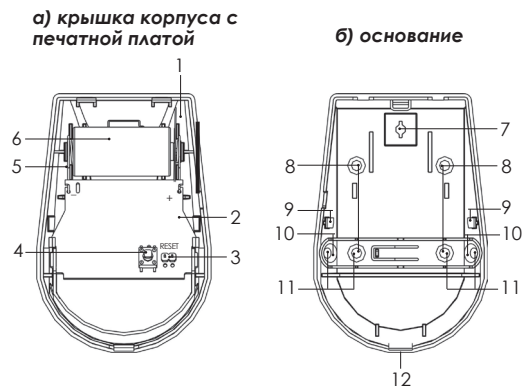

Рисунок 2
- просверлите в основании корпуса отверстия (рис. 2 б), которые будут использоваться для крепления датчика;